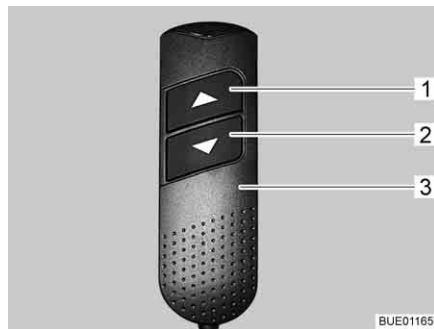

Fig. 113 Elemento di regolazione manuale
- Sull'elemento di regolazione manuale (Fig. 113,3) premere e tenere premuto il tasto "▼" (Fig. 113,2). La zona piedi rientra. Le zone testa vengono sollevate.
- Sull'elemento di regolazione manuale (Fig. 113,3) premere e tenere premuto il tasto "▲" (Fig. 113,1). La zona piedi viene estratta. Le zone testa vengono abbassate.
- Sull'elemento di regolazione manuale (Fig. 113,3) premere i tasti "▼" (Fig. 113,2) e "▲" (Fig. 113,1) finché non viene raggiunta la posizione desiderata.